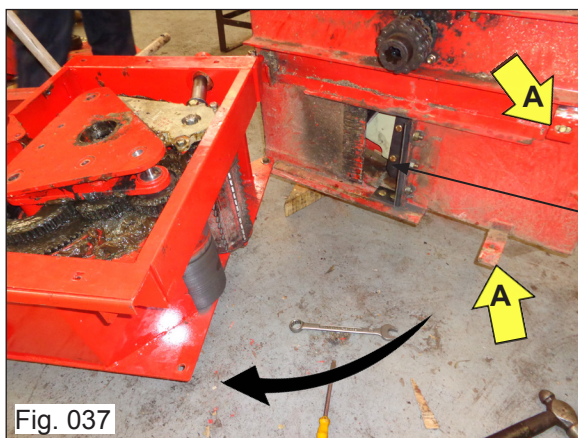

Fig. 037
- Remova os parafusos "A" (Fig. 037) e articule a Plataforma para o lado;
- Desloque as Contrafacas horizontal e vertical soltando os parafusos "B" (Fig. 037), deixando-as a uma distância mais ou menos de 0,5mm das Facas (Fig. 038);
- Quite los tornillos "A" (Fig 037) y articula la plataforma al lado;
- Mueva los Contrafacas horizontal y vertical aflojando los tornillos "B" (Fig 037), Dejándolos a una distancia más o menos de 0,5 mm de cuchillos; (Fig. 038);
- Remove the screws "A" (Fig. 037) And articulates the platform to the side;
- Move the horizontal and vertical counterknives loosening the screws "B" (Fig. 037), Leaving them at a distance more or less than 0.5mm of Knives (Fig. 038);